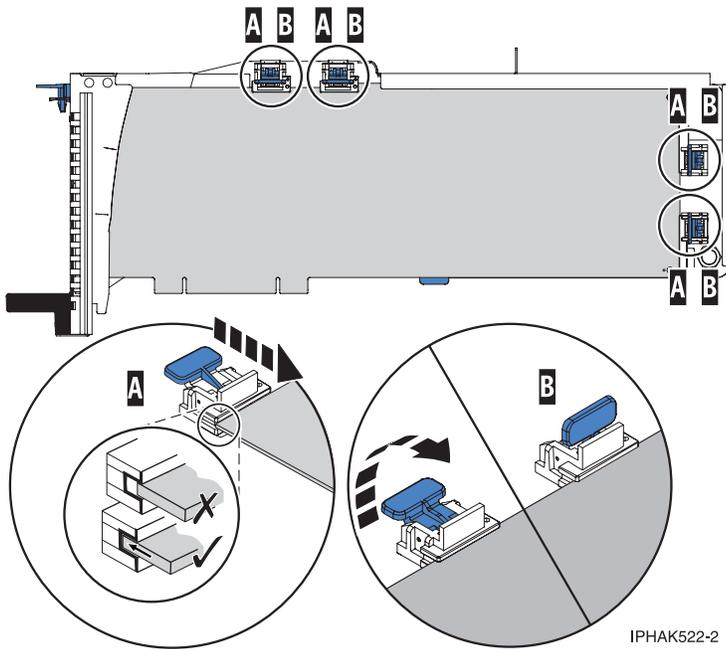

Figura 41. Adaptador grande no cassete do adaptador PCI com os suportes e o estabilizador no local
a) Coloque e trave os retentores (B). Consulte Figura 41 na página 58.
b) Certifique-se de que a borda do adaptador esteja posicionada em cada encaixe retentor (A). Se a forma do adaptador ou a presença de um conector não permitir que a borda do adaptador seja posicionada no encaixe retentor, certifique-se de que o retentor ainda esteja travado firmemente nessa borda ou conector.